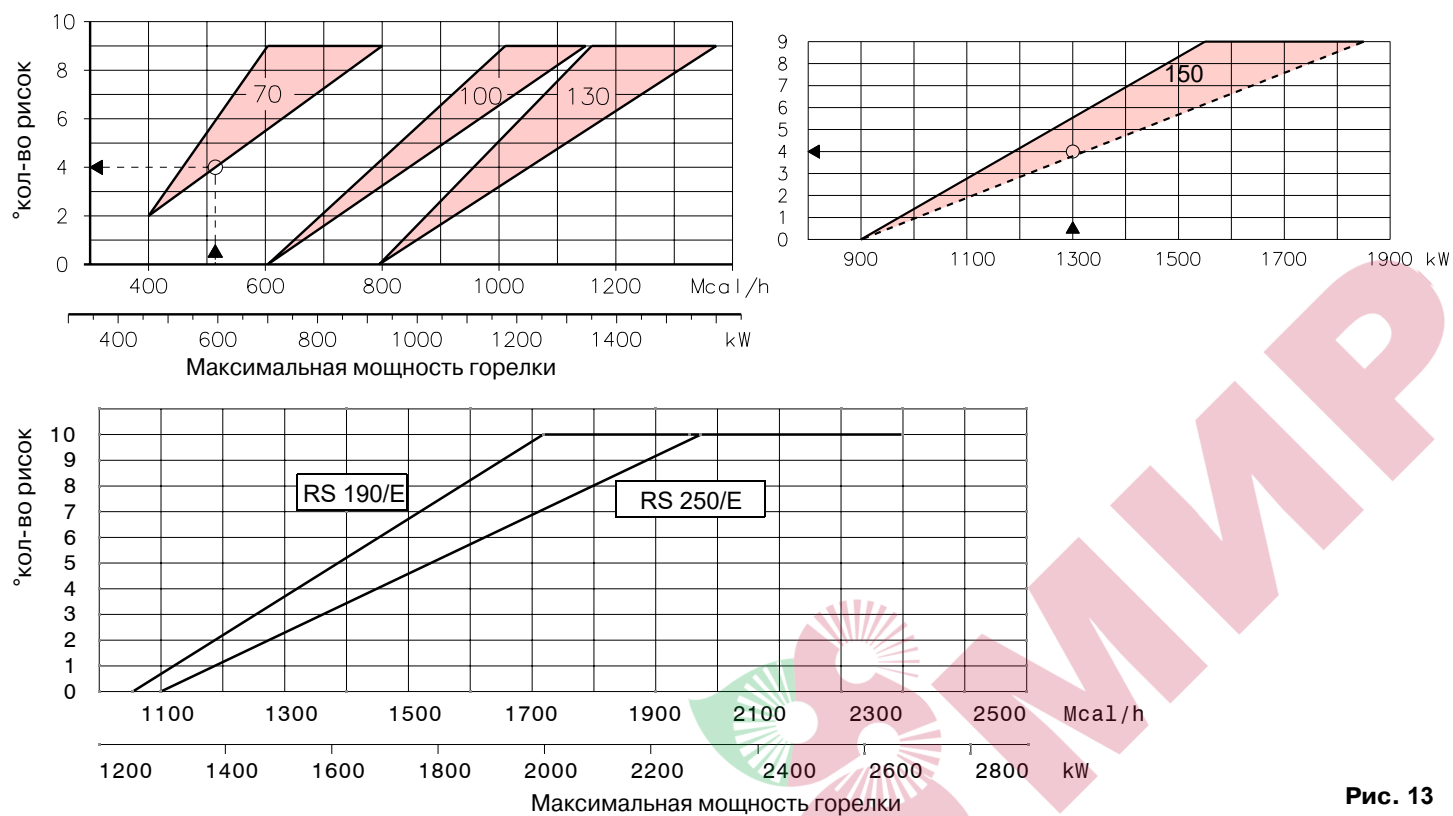

Рис. 13
Если при контроле расположение электродов оказалось неправильным, снимите винт (1)(Рис. 13), выньте внутреннюю часть (2)(Рис. 13) головки и выполните их настройку.
Найдите на диаграмме рис. 13 риску, в соответствии с которой регулируется как воздух, так и газ.
На диаграмме рис. 13 видно, что для получения данной производительности следует установить регулировки газа и воды на риску 4.